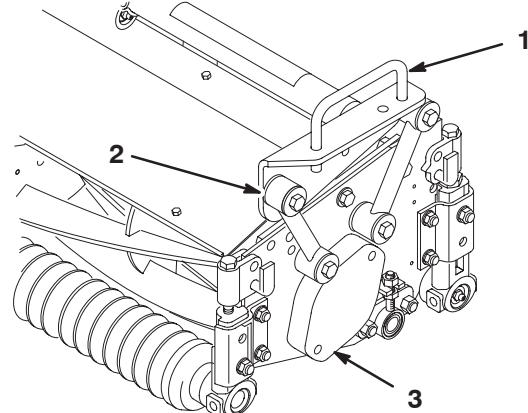

Figura 5
- Fixe cada um dos tirantes de montagem à estrutura de suporte com um parafuso de (3/8 x 2-1/4 pol.), 2 anilhas chatas, e uma porca de freio, conforme indicado na Figura 5. Coloque uma anilha em cada um dos lados do tirante ao proceder à montagem. Aperte a um binário de 42 Nm.